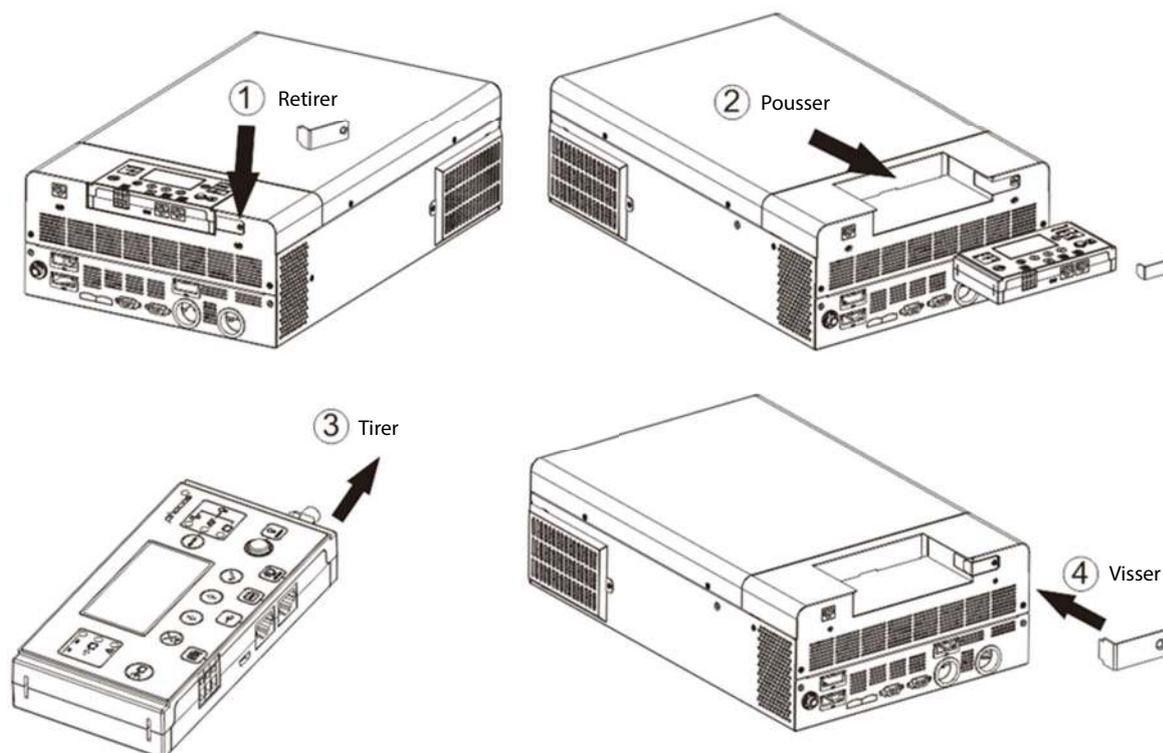

Fig. 11 : Enlèvement de l'unité d'affichage à distance
1. Retirez la vis tenant le support au bas du module d'affichage (**Fig. 11** → ①) et pousser vers le bas l'unité d'affichage de l'étui légèrement tout en enlevant le support métallique.
2. Continuez à pousser le module d'affichage vers le bas, en prenant soin de ne pas endommager le câble connecté (**Fig. 11** → ②).
3. Retirez le câble connecté au module d'affichage (**Fig. 11** → ③).
4. Visser le support enlevé dans **Fig. 11** → ① en place (**Fig. 11** → ④).